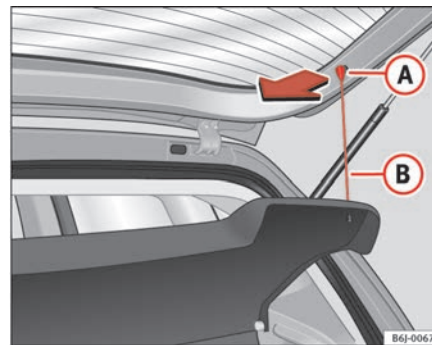

Abb. 85 Hutablage
- Die Stäbe ⇒ Abb. 85 **(B)** aus den Aufnahmen **(A)** aushängen.